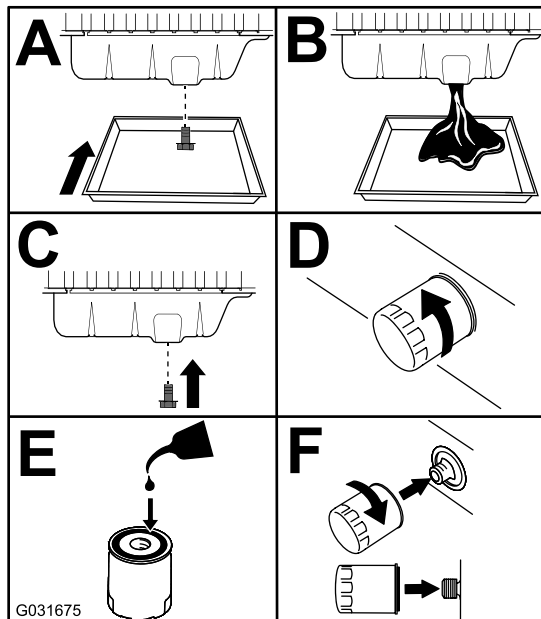

Figure 68
3. Vidangez l'huile moteur et remplacez le filtre à huile (Figure 68).